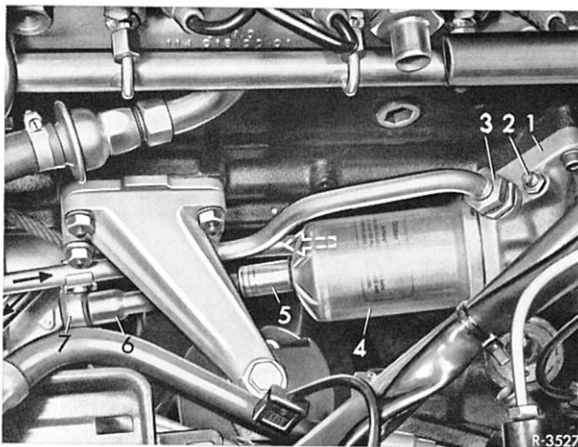

Bild 18-1/5
2 Befestigungsschraube (9) am Filterunterteil abschrauben. Bei den Typen 230/8 und 250/8 eine Stecknuß SW 17 (5) mit Verlängerung, 130 mm lang (6), und Ratsche (7) zwischen Vorderachs- und Motorträger einführen und an der Befestigungsschraube (9) aufsetzen. Unterteil mit Filtereinsatz abnehmen und entleeren. Filtereinsatz (3) aus dem Unterteil herausnehmen, Unterteil reinigen und neuen Filtereinsatz einsetzen (Bild 18-1/4 und 5).